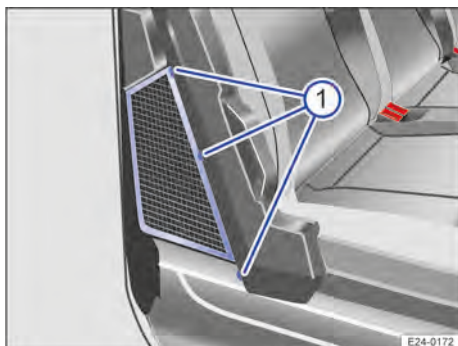

Fig. 157 Filet de retenue accroché avec la cloison en position banquette
Lors d'une utilisation de la cloison en position banquette : accrochez les œillets de retenue dans les fixations de l'armature de siège → fig. 157 ①.